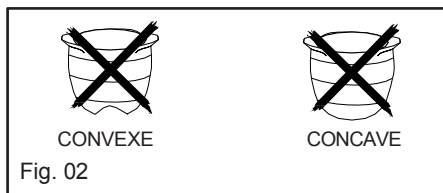

Fig. 02
- Gebruik geen containers met holle of bolle bodems (Fig. 02).